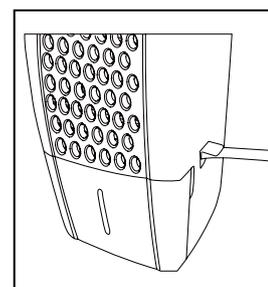

fig. 4
- Remplacez le seau dans l'unité et assurez-vous qu'il est placé correctement. (fig.4)